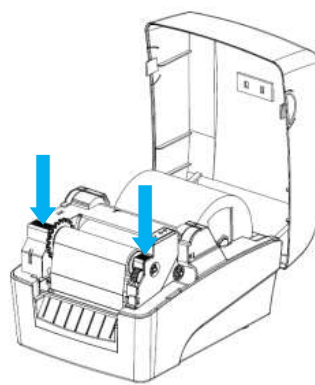

图 2.3.3
5) 压下碳带支撑架，至锁紧状态，再合上打印机上盖（见图 2.3.3）。